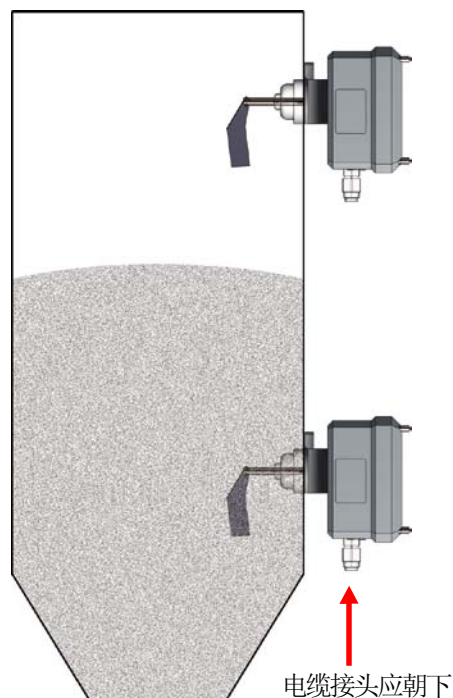

图 1.4-5
- (1) 料位指示器装好后不要翻转壳体。
- (2) 应按接线图接线。
- (3) 执行任何工作之前必须切断该料位指示器所有电源。
- (4) 安装料位指示器时应断开电源，电源开关应装于靠近料位指示器处（图 1.4-5）。
- (5) 操作料位指示器时必须将其盖板盖住后方可开始工作。